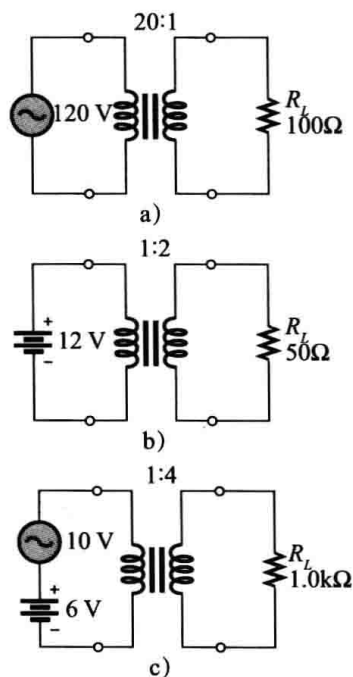

图 14-45
13. 试问图 14-45 中各个电路负载两端的电压是多少?
14. 如果图 14-45 中各个二次绕组的底端接地, 试问负载电压会不会改变?